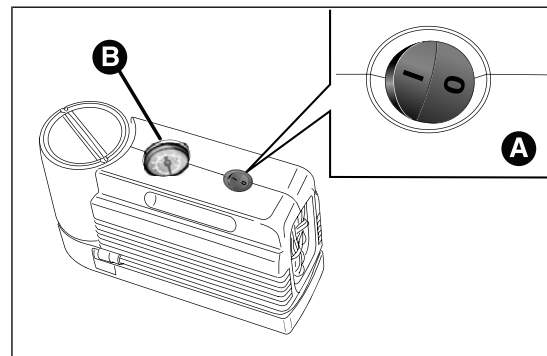
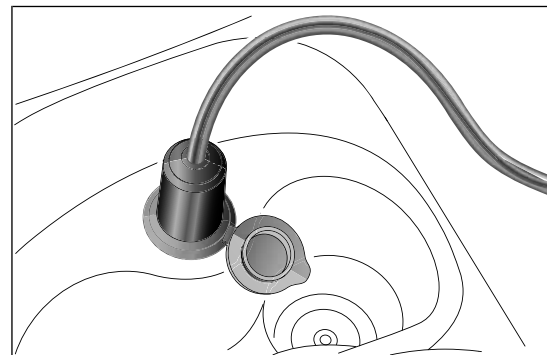

fig. 157
fig. 158
- ☐ asegurarse de que el interruptor A fig. 157 del compresor esté colocado en posición 0 (apagado), arrancar el motor, colocar el enchufe en la toma de corriente situada en el túnel central o en el maletero fig. 158 y accionar el compresor desplazando el interruptor A a la posición I